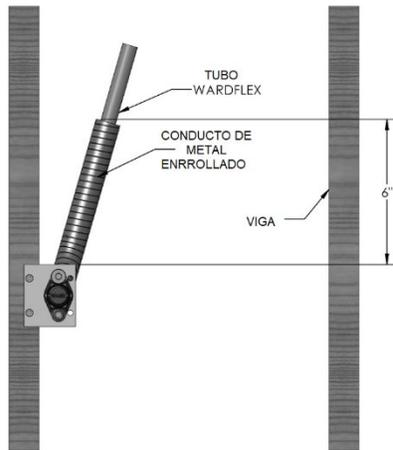

FIGURA 4.12
B. El conducto en tiras también se usará para proteger la tubería de amenazas de perforación cuando WARDFlex se instale en un lugar oculto donde no se pueda desplazar un mínimo de 3" de una posible amenaza de perforación o donde la distancia entre los soportes sea menor de 24 pulgadas. Véase la figura 4.12.